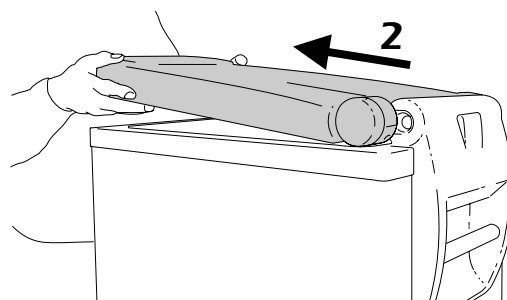

Figura 11b
- Tirare il coperchio in direzione della parte anteriore del frigorifero, come mostrato in figura 11b. I perni della cerniera si sganciano e sarà possibile rimuovere il coperchio dal mobile del frigorifero/congelatore.